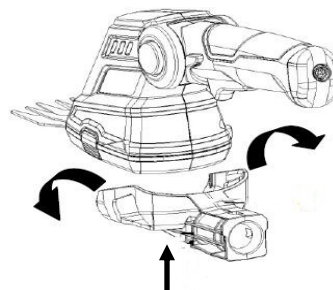

Fig. 4
- 1) Pour fixer la poignée télescopique, poussez le chariot de roulette dans l'outil dans le sens de la flèche jusqu'à ce qu'elle s'enclenche en position. (Fig. 4)